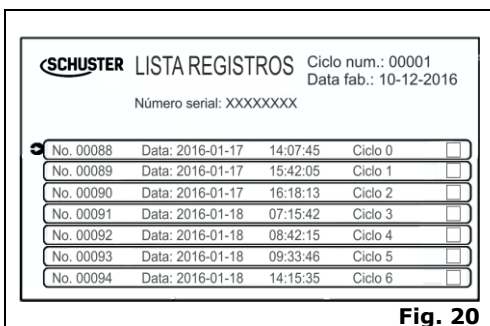

Fig. 20
- 4 – Pressionar o botão confirmar/início  por 5 segundos para acessar o menu com a lista de registros dos ciclos realizados (Fig. 20);